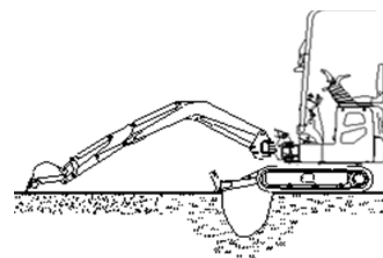
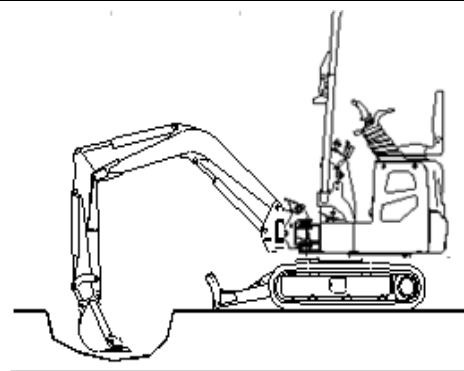

FIG.4-13
FIG. 4-14
- 6) Atunci când utilajul intră în șanț sau trece prin calea de rulare, puteți folosi biga și brațul pentru a ajuta utilajul să treacă (FIG. 4-13) (FIG. 4-14).